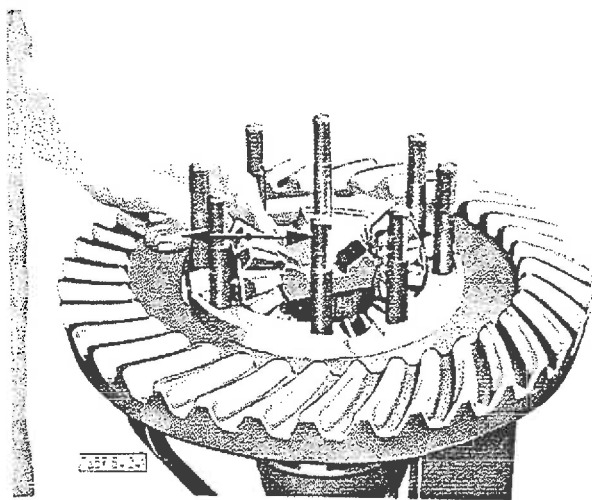

BILD 26: Zahnspeil der Ausgleichsräder messen
1. Die Anlagefläche für das Teller (27) auf dem Ausgleichsgehäuse vorsichtig reinigen. Mit den vorgesehenen Schrauben und Sicherungsblechen das Teller mit dem Ausgleichsgehäuse verschrauben. Das Anzugsmoment der gezielten Schrauben beträgt 15,0 mmp. Anschließend durch Umbiegen der Sicherheitsbleche die Schrauben sichern.
4. Die kleinen Ausgleichskegelräder gegen das Gehäuse drücken damit die Zwischenbleche anliegen und das Zahnflankenspiel zwischen den Kegelrädern prüfen (BILD 26). Es soll 0,1 mm betragen. Gegebenenfalls durch Austausch der Zwischenscheiben (25/26) das Zahnspeil richtigstellen. Dabei ist zu beachten daß die Zwischenscheibe paarweise ausgetauscht werden damit das Teller nicht seitlich verschoben und dadurch das Zahnspeil zwischen Teller und Mittel geändert wird.